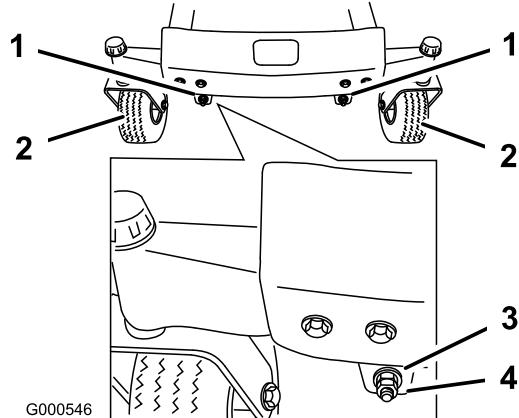
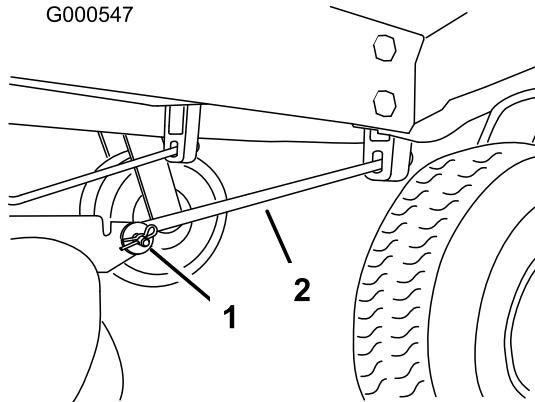

Figure 55
Figure 56
11. Pour régler l'inclinaison avant/arrière des lames, retirez les contre-écrous et tournez les écrous de réglage à l'avant du plateau de coupe (Figure 55).
13. Après avoir réglé uniformément les écrous, contrôlez de nouveau l'inclinaison avant/arrière. Poursuivez le réglage des écrous jusqu'à ce que la pointe avant de lame soit de 1,6 à 7,9 mm plus bas que la pointe arrière (Figure 55).
Remarque: Après avoir réglé les écrous de réglage, vérifiez qu'aucune des tiges de support ne présente de jeu (Figure 56). Serrez l'une ou l'autre pour supprimer le jeu (Figure 55).
4. Retirez la goupille fendue et l'axe de chape de la tige de support avant de chaque côté du plateau de coupe (Figure 56).
8. Fixez les tiges de support avant à la machine à l'aide des axes de chape et des goupilles fendues (Figure 56).